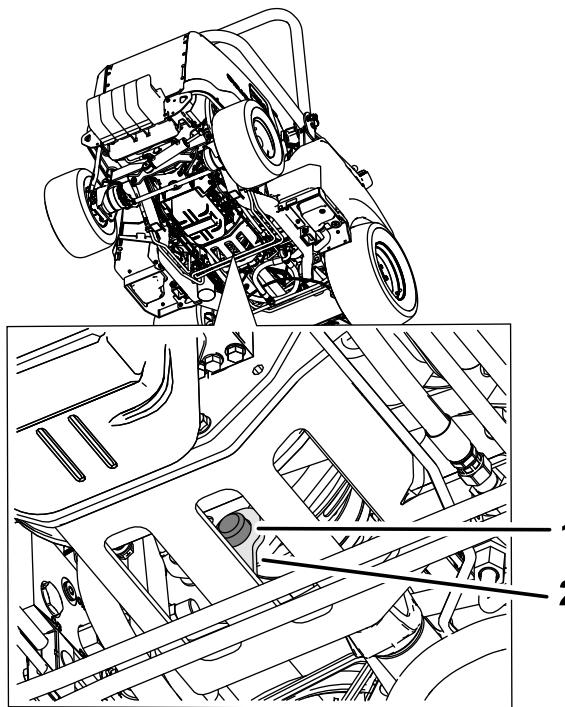

Bild 79
3. Entfernen Sie den Gummipuffer von der Metallhalterung und der Kupplung (Bild 79).